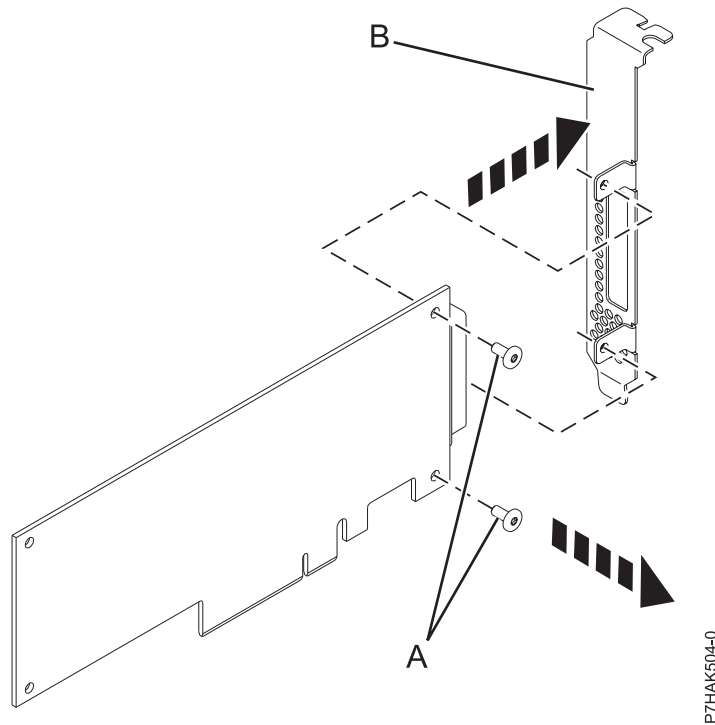

図 31. 新しい PCIe アダプターからのハイプロファイル・テール・ストックの取り外し
8. 54 ページの図 31 に示すように、プラスのねじ回しを使用して、ハイプロファイル・テール・ストック (B) を新しい PCIe アダプターに取り付けている 2 個の留めねじ (A) を外します。